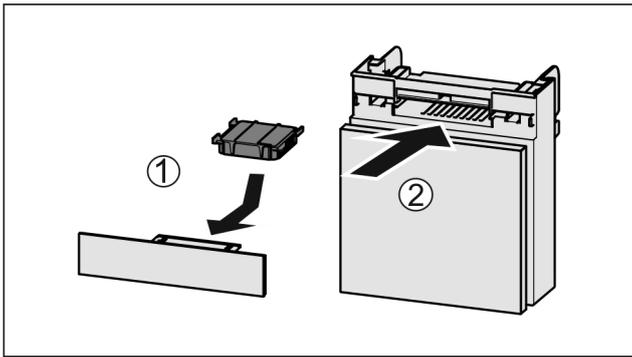

Fig. 100
- ▶ Introduzca el compartimento Fig. 100 (2).